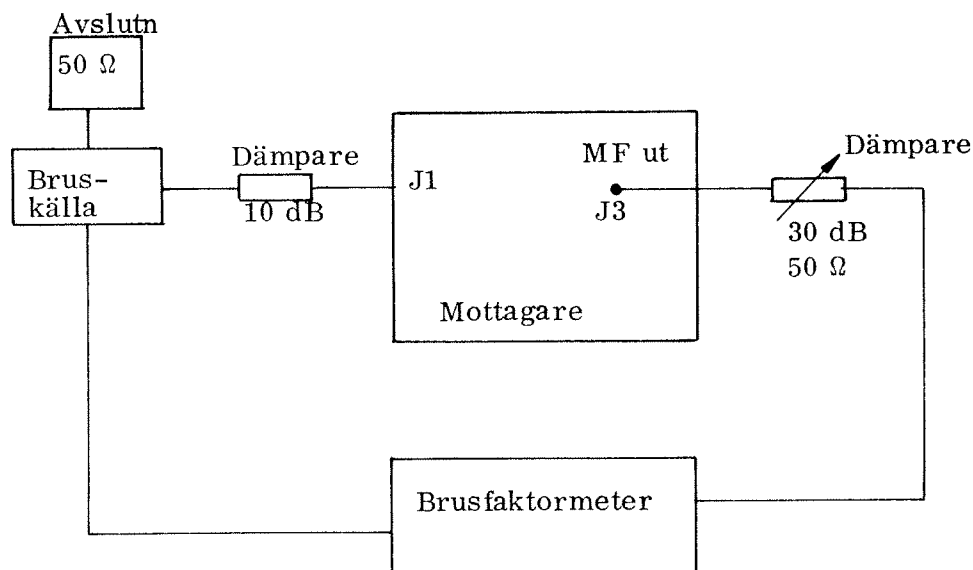

Bild 4
3.9.1 Koppla upp för brusfaktormätning enligt bild 4.